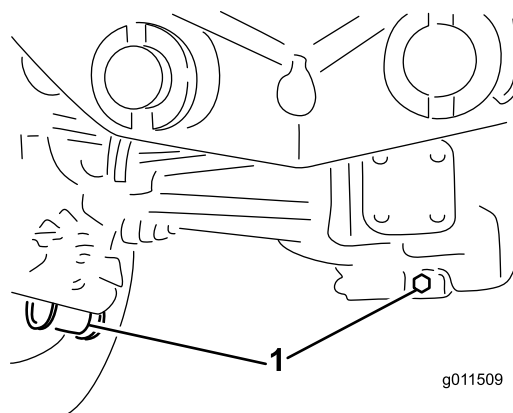

Figura 71
2. Limpie la zona alrededor de los tres tapones de vaciado, uno en cada extremo y uno en el centro (Figura 71).